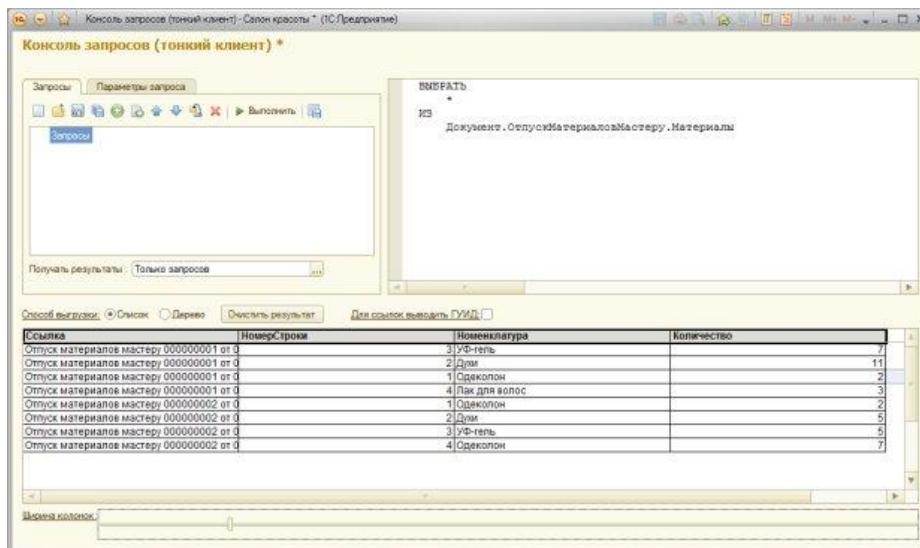

Рисунок 14.1- Конструирование запроса с помощью консоли запросов
4. Итак, обработку консоли запросов следует открыть командой **Главное меню > Файл > Открыть**. Начнем конструировать запрос, выбрав все поля из таблицы документа **ОтпускМатериаловМастеру**, рисунок 14.1.